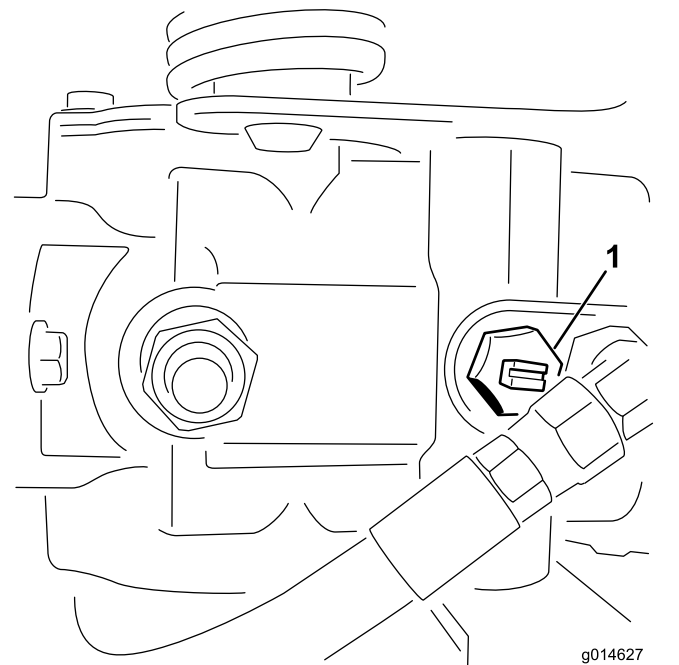

Figura 28
2. Prima di avviare il motore chiudete la valvola bypass girandola in modo che la scanalatura sia orizzontale (Figura 28).
1. Girate la valvola bypass sulla pompa in modo che la scanalatura sia verticale (Figura 28).